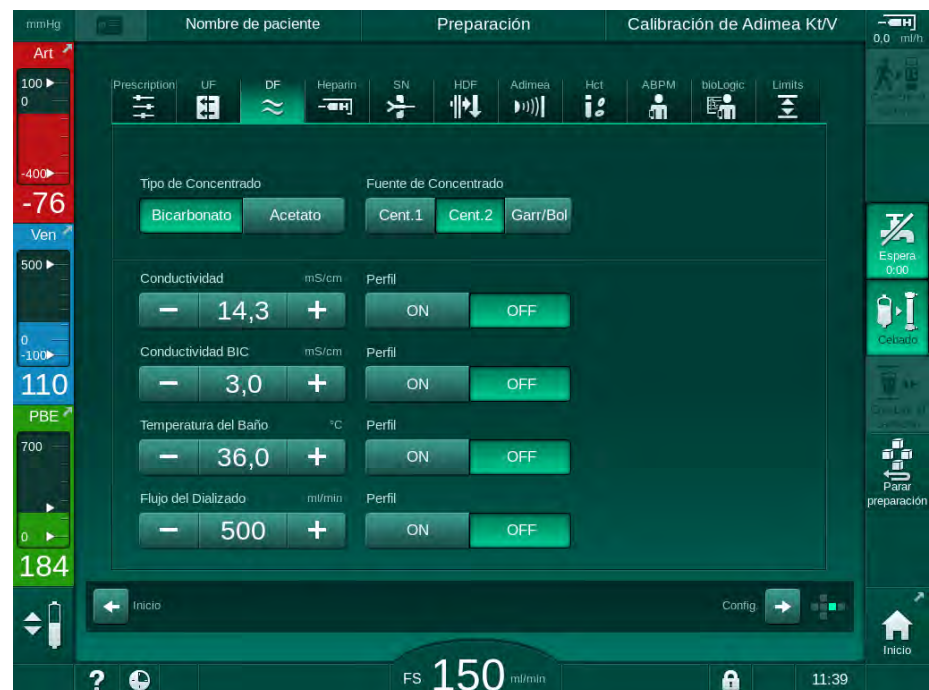

Fig. 5-17 Parámetros DF en la pantalla *Entrada*
1. Seleccionar *Perfil*, *ON* para el parámetro correspondiente en la pantalla de parámetros DF (Fig. 5-17 Parámetros DF en la pantalla Entrada (116)).